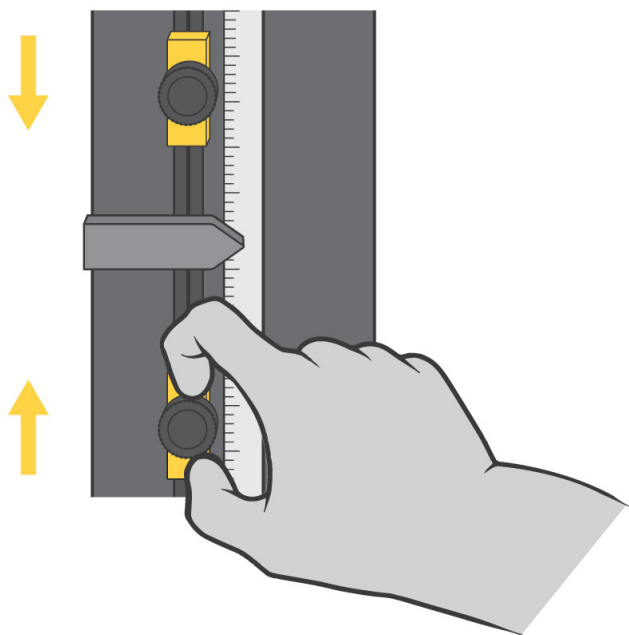

Figura 17. Configuración de las paradas límite
Las paradas límite de la cruceta son dos cierres ajustables montados en la varilla del interruptor del límite, que se encuentra dentro de la columna de la máquina, como se muestra en la Figura 17 en la página 98. Las paradas límite (1 y 2) tienen tornillos que se aprietan y sueltan a mano; se pueden desplazar a cualquier posición de la varilla del límite. Coloque estas paradas justo después de los parámetros del ensayo para evitar el sobrerrecorrido de la cruceta. Cuando la cruceta alcanza el recorrido máximo predefinido, el actuador del interruptor (3) entra en contacto con una de estas paradas. El contacto entre el actuador del límite y la parada límite mueve la varilla del interruptor del límite (4) y activa los interruptores del límite. Esto detiene el movimiento de la cruceta.